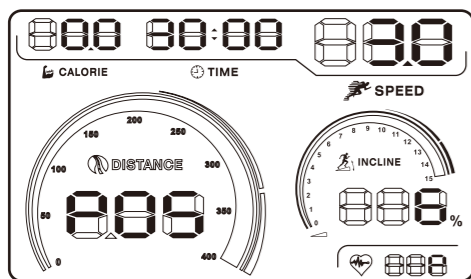

图35
2. 我们为您在面板上设置了山地训练训练程式快捷键 ，跑步机处于待机状态下，按下此键，屏幕上的时间窗口闪烁，按SPEED（速度）的+（增加）/-（减少）键调整您的理想训练时间。（图35所示）。